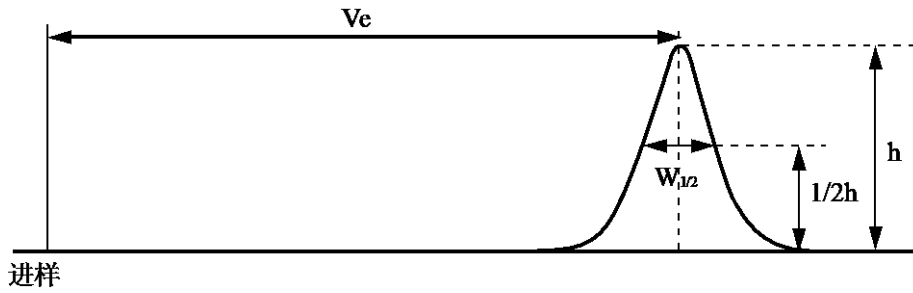

图 2 理论塔板数的计算方法
如图 2 中所示, 通过半峰宽法计算色谱柱的理论塔板数 (N)。